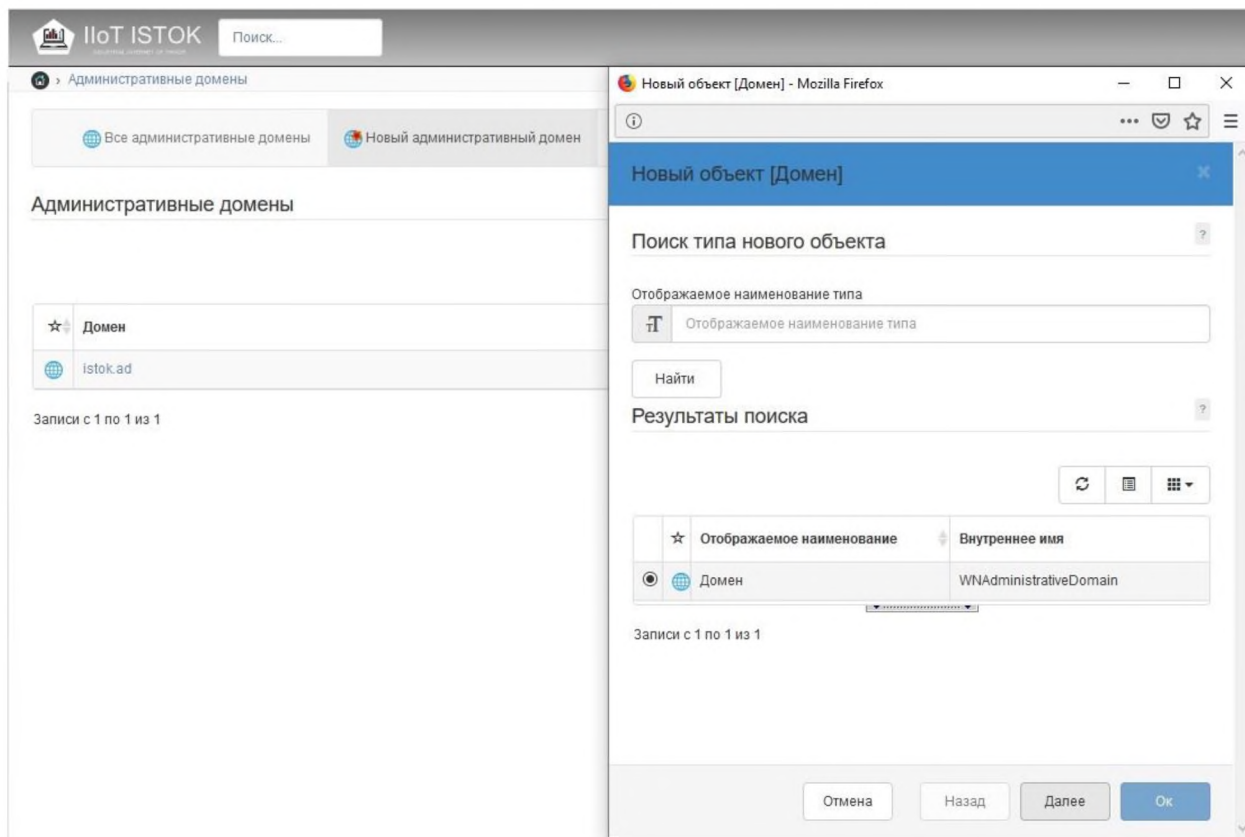

Рисунок 5 – Создание домена
- 3) Нажмите кнопку **Найти**, выберите тип домена и нажмите **Далее** (рис. 5).